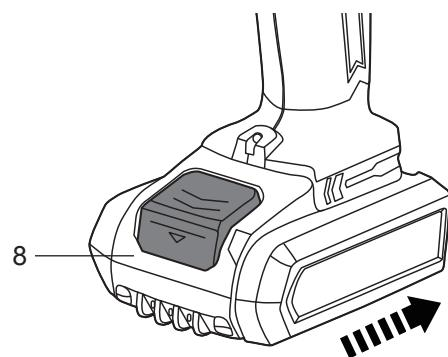

Fig. 5
- > Pour installer la batterie dans l'appareil, alignez le bloc batterie (8) dans les fentes de coulissolement du port de fixation de la batterie et faites coulisser le bloc jusqu'à ce que vous entendiez un clic (fig. 5).